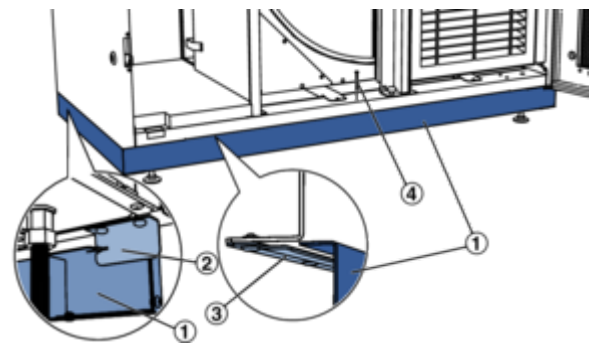

Abb. 21: Blendrahmen unten
- 17 ▶ Zum Montieren des unteren Blendrahmens (Abb. 21 /1) die untere Revisionstür öffnen. Von der Frontseite den Blendrahmen auf die Aufnahmepunkte aufsetzen (Klemmschienen (Abb. 21 /3), und Bleche (Abb. 21 /2)). Anschließend den Blendrahmen in der Mitte mit der Schraube (Abb. 21 /4) fixieren.